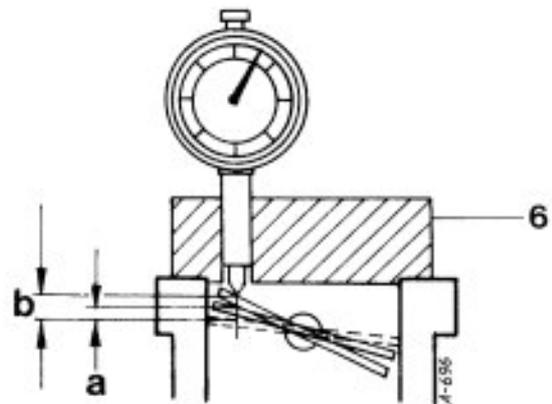

Bild 27
- Drosselklappenanschlagschraube (5) herausdrehen bis Drosselklappe in der Mischkammerwand anliegt.
- Drosselklappenanschlagschraube (5) hineindrehen und mit Meßvorrichtung (6) Bild 25 vorgeschriebenen Wert (a) Bild 27 einstellen.
### 4.1 Drosselklappenanhebung (Bild 27, 28) (Kaltstartstellung)
- Schraube (1) auf höchste Stufe der Stufenscheibe (2) bringen.
- Mit Meßvorrichtung (6) und Schraube (1) Drosselklappenanhebung „b“ Bild 27 einstellen.